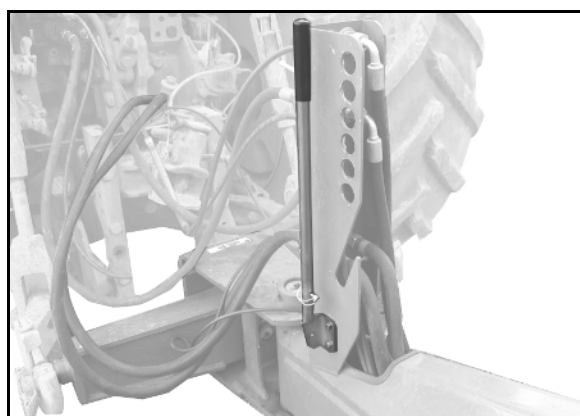

Fig. 57
1. Ta håndspaken ut av parkeringsposisjon (Fig. 57).